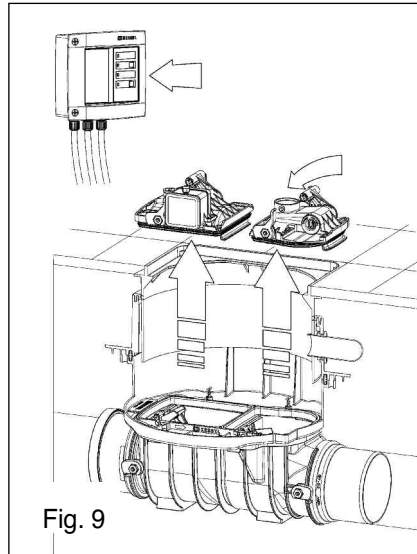

Fig. 9
- ① Retirer la saleté et les dépôts
- ② Contrôler si les joints et les portées de joint sont en bon état ; si nécessaire, procéder à l'échange des joints (voir figures 9 à 11)
- ③ Contrôler la mécanique des organes d'étanchéité mobiles, si nécessaire, les graisser à nouveau
- ④ Vérifier l'étanchéité de la fermeture de l'installation en exécutant un contrôle de fonctionnement (voir chapitre 4.3)
- ⑤ Contrôle et nettoyage de la sonde électrique (voir point 4.4)